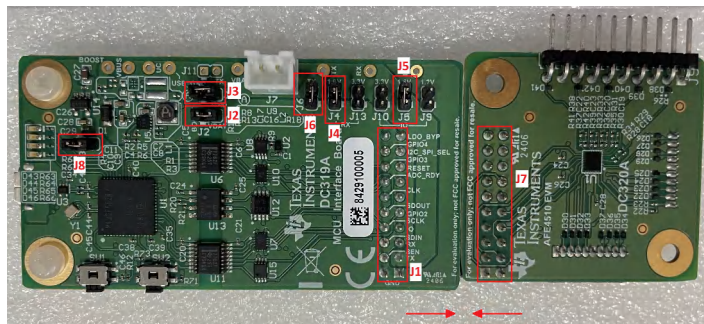

图 2-1. AFE4510 EVM 接口和默认跳线配置
1. 确保安装了所有必要的跳线帽。请勿在 EVM 上电后改动任何跳线帽。图 2-1 显示了 EVM 默认跳线配置。所有突出显示的跳线都要并联。如图 2-1 所示，连接 MCU 接口板 (DC319A) 和 AFE4510EVM 板 (DC320A)。MCU 板的连接器 J1 与 AFE4510EVM 的连接器 J7 相连。
要连接 MCU 接口板和 AFE4510 EVM，请连接 MCU 接口板的 J1 和 AFE4510EVM 的 J7，如图 2-1 所示。可按照以下步骤将外部 MCU 与 AFE4510EVM 连接。